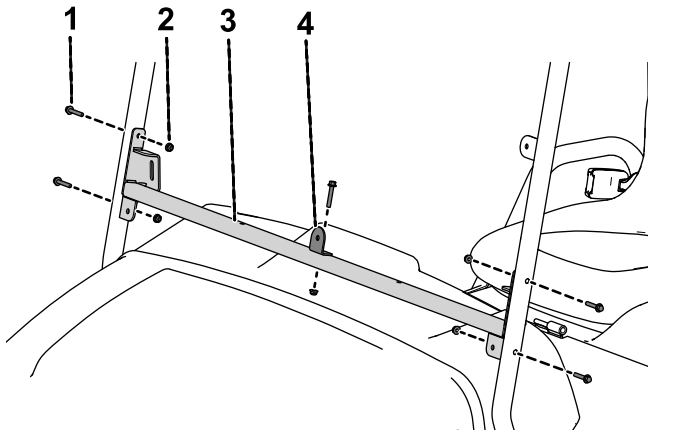

图 61
1. 用 1 个六角头凸缘螺栓 $\frac{1}{4} \times 1\frac{1}{2}$ 英寸和 1 个螺母 $\frac{1}{4}$ 英寸将风挡支架固定到风挡支撑组件上 图 61。
2. 用 4 个六角头凸缘螺栓 $\frac{1}{4} \times 1\frac{1}{2}$ 英寸和 4 个螺母 $\frac{1}{4}$ 英寸将风挡支撑组件固定到左、右风挡支撑上 图 61。